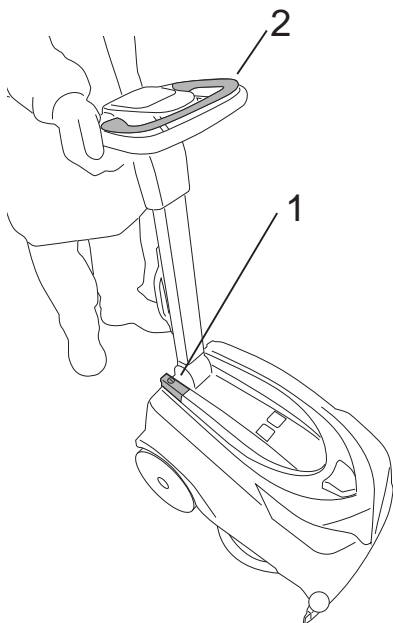
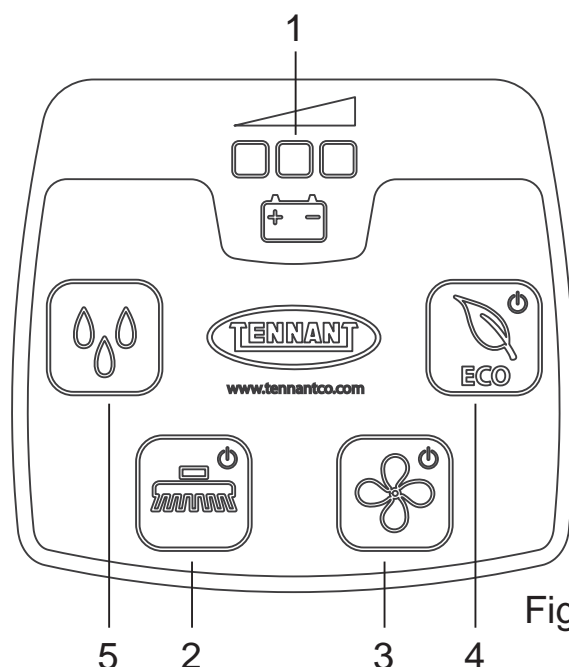

Fig.14
Fig.15
- Hauptschalter (Abb. 14, Pkt. 1): er schaltet die Spannungsversorgung zu allen Maschinenfunktionen ein und aus.
- Kontrolllampe für den Akkuladestand (Abb. 15-Pkt. 1): sie besteht aus einer roten, gelben und grünen LED, die den Akkuladestand anzeigen. Die möglichen Situationen sind:
- Bürstenschalter (Abb. 15, Pkt. 2): er schaltet die „Bürstenfunktion“ ein („LED eingeschaltet“) und aus („LED ausgeschaltet“), die Bürste schaltet sich nur dann ein, wenn der „Bürstensteuerhebel“ (Abb. 14, Pkt. 2) bedient wird.
- Saugschalter (Abb. 15, Pkt. 3): er schaltet den Saugmotor ein („LED eingeschaltet“) und aus („LED ausgeschaltet“), mit dem der zuvor gereinigte Boden getrocknet werden kann. Der Motor schaltet sich nur dann ein, wenn der „Bürstensteuerhebel“ bedient wird.
- Schalter für den Reinigungsmittelfluss (Abb.15-Pkt.5): um den Reinigungsmittelfluss einzuschalten, auszuschalten oder anzupassen, gehen Sie bitte wie folgt vor:
- ECO-Schalter (Abb. 15, Pkt. 4): er schaltet den ECO-Betrieb ein („LED eingeschaltet“) und aus („LED ausgeschaltet“).